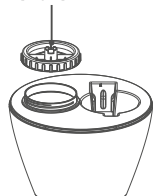

Рис. 2
2. Поднимите резервуар для воды и поверните гайку резервуара для воды против часовой стрелки. Снимите гайку резервуара (см. Рис. 2). Затем добавьте воду в резервуар для воды. После заполнения водой поверните гайку резервуара по часовой стрелке, чтобы затянуть ее.